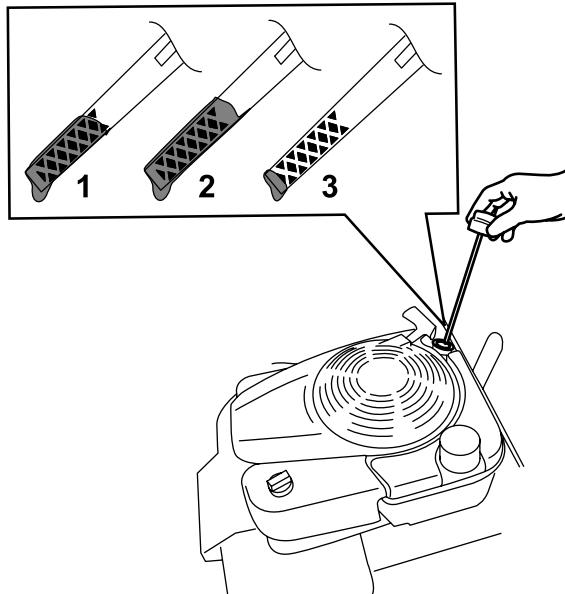

Figura 14
2. Girate il tappo in senso antiorario ed estraete l'asta di livello (Figura 14).
5. Controllate il livello dell'olio sull'asta (Figura 14).
- Se il livello di olio dell'asta è troppo basso (Figura 14), versate con cura una piccola quantità di olio detergente SAE 30 o SAE 10W-30 nel tubo di riempimento dell'olio, attendete 3 minuti e ripetete gli step da 3 a 5 finché il livello dell'olio sull'asta non risulta corretto. Per il tipo di olio, fate riferimento a Cambio dell'olio motore \(pagina 21\).
- Se il livello dell'olio sull'asta è troppo alto (Figura 14), drenate l'olio in eccesso finché il livello dell'olio sull'asta non risulta corretto; fate riferimento a Cambio dell'olio motore \(pagina 21\).